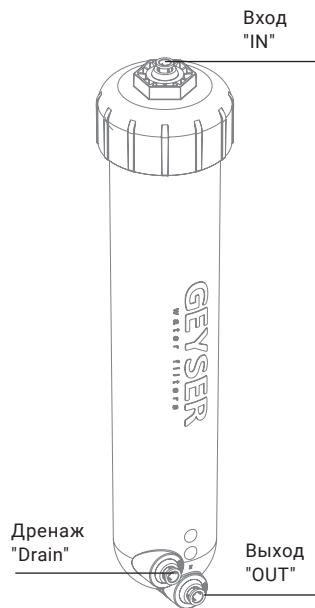

Рис. 26
7. Подключите трубки к корпусу мембраны (см. раздел «Присоединение трубок» (стр. 9)), соблюдая последовательность их подключения к корпусу (вход – «IN» / выход – «OUT»/дренаж – «Drain») (рис. 26). Каждую стопорную клипсу зафиксируйте на цанге, с которой она была снята.